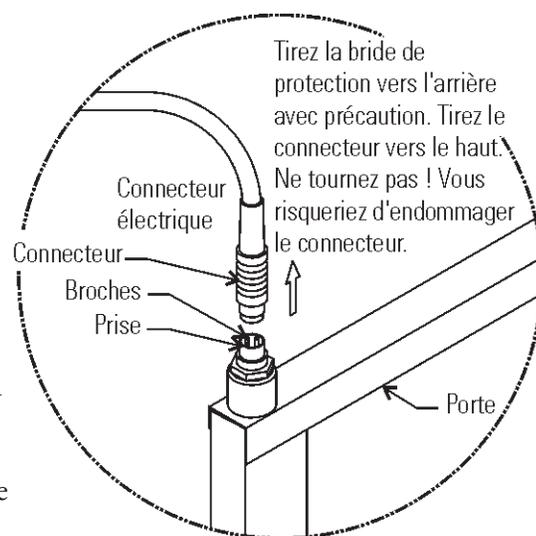

Figure 5-12. Connecteur
6. Reportez-vous Figure 5-12. Le connecteur du câblage des résistances en caoutchouc jaune doit être visible lorsque la bride de protection est soulevée comme indiqué sur le schéma. Reportez-vous aux instructions du fabricant du connecteur à l'annexe A de ce manuel.
- L'épaulement de la douille doit se trouver en haut comme indiqué sur l'illustration B. Installez la douille plastique noire dans la charnière que vous venez de retirer et qui constituera la charnière supérieure lorsque la porte sera inversée. Reportez-vous Figure 5-12.